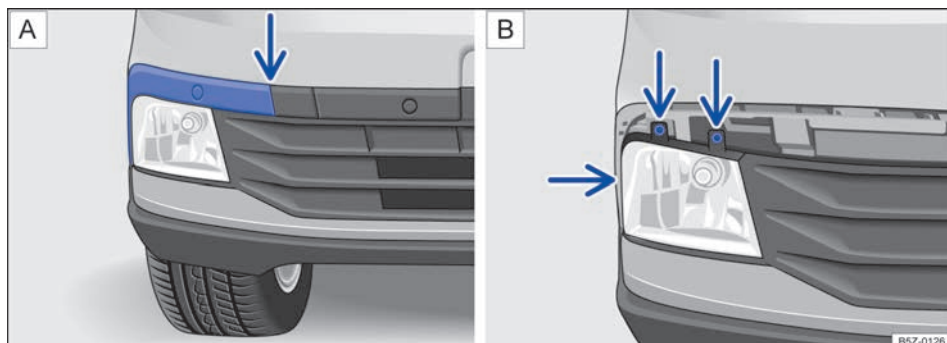

Fig. 154 No para-choque dianteiro: **A** desinstalar a moldura do farol de neblina e **B** retirar os parafusos do farol de neblina.
Desencaixar a moldura, cuidadosamente → , primeiramente pelo local indicado pela seta → Fig. 154 A. Remover completamente para acessar os parafusos do farol de neblina.
4. Retirar os parafusos indicados pelas setas → Fig. 154 B.
14. Recolocar os parafusos indicados pelas setas → Fig. 154 **B** para fixar o farol de neblina.
15. Recolocar a moldura da esquerda para a direita → Fig. 154 **A**.